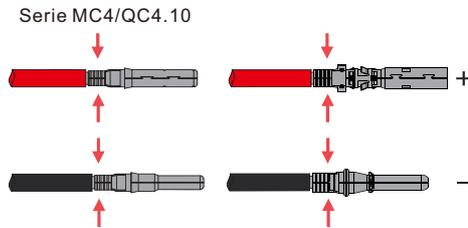

Figura 4.1-2 Cables PV a conectores PV
Paso 2. Conecte los cables PV a los conectores PV. Ver figura 4.1-2.